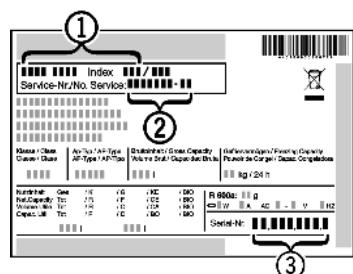

Fig. 10
- ▶ Прочетете от идентификационната табелка описаните на уреда Fig. 10 (1), сервисния № Fig. 10 (2) и серийния № Fig. 10 (3). Идентификационната табелка се намира на лявата вътрешна стена на уреда.
- ▶ Обадете се на сервисната служба и посочете неизправността, описаните на уреда Fig. 10 (1), сервисния № Fig. 10 (2) и серийния № Fig. 10 (3).